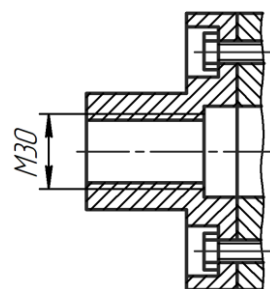
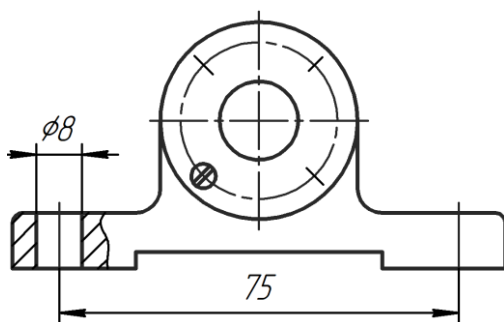

Рис. 135
Рис. 136
– *присоединительные* – размеры элементов деталей, входящих в данный узел и не задействованных в данной сборке (М 30 (рис. 135), диаметр 8 (рис. 136));
– *установочные* – размеры, по которым осуществляется привязка изделия к опорной поверхности другой сборочной единицы (размер 75, см. рис. 136);